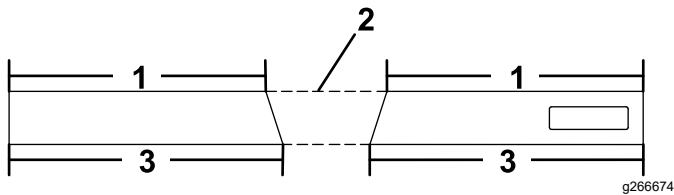

Figura 3
1. Recorte la correa tal y como se muestra en la Figura 3, según las especificaciones del quitanieves indicadas a continuación: